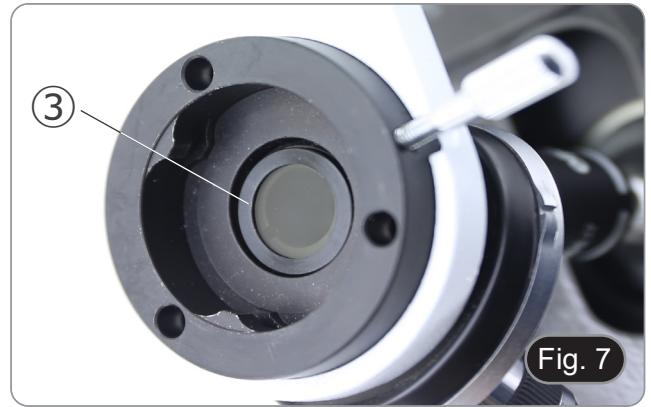

Fig. 7
3. Den Analysator in den Sitz im Inneren des Stativs einsetzen ③. (Fig. 7)